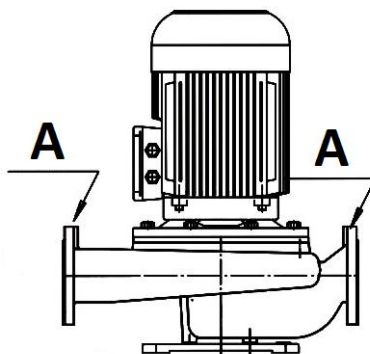

Рис. 6
**ВНИМАНИЕ !** *Перед тем как включить агрегат, обязательно залить в него рабочую жидкость и удалить воздух. Пуск агрегата без рабочей жидкости запрещен во избежание выхода из строя торцового уплотнения. Чтобы убедиться в том, что агрегат заполнен перекачиваемой жидкостью, нужно вывернуть винт выпуска воздуха (см. рис.6 отмечено стрелками с надписью А).*